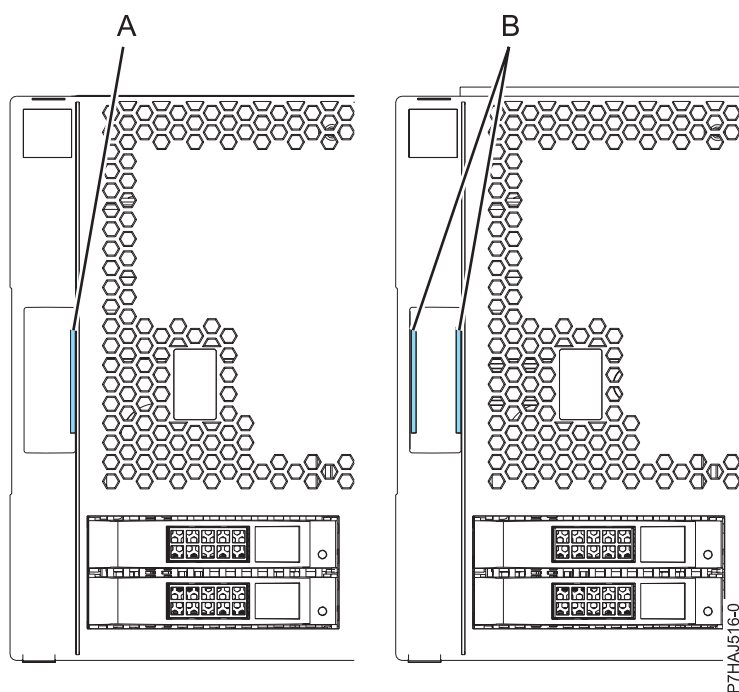

Figura 38. Identificación de las cubiertas más antiguas y más recientes
Nota: Las cubiertas más antiguas suministradas antes del 1 de marzo de 2011 pueden identificarse por una sola banda azul (A) en los mecanismos de cierre de la cubierta. Las cubiertas más recientes suministradas después de 1 de marzo de 2011 tienen dos bandas azules (B) en los mecanismos de cierre de la cubierta. Consulte Figura 38 en la página 50.